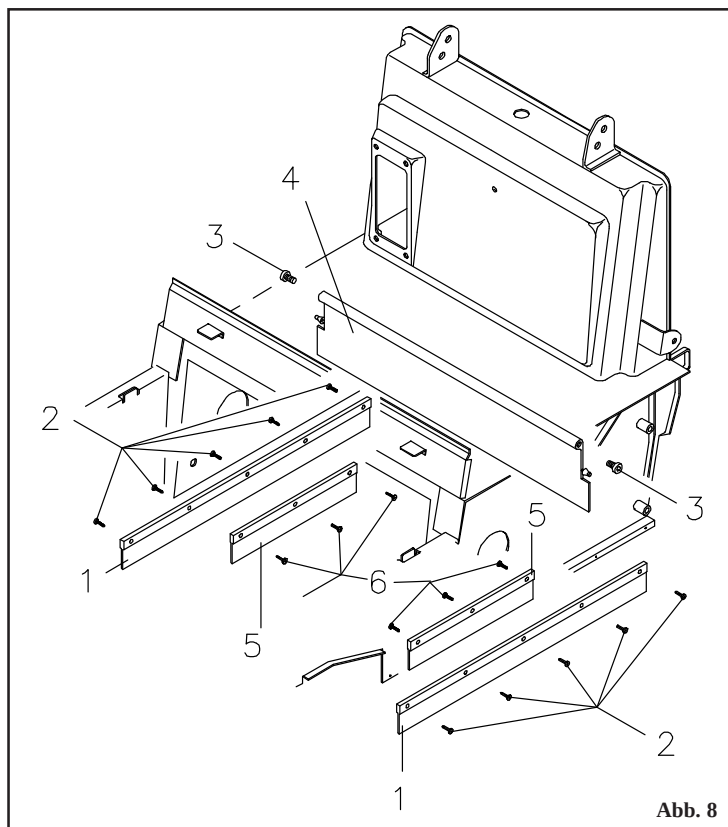

Abb. 8
Zum Wechseln der seitlichen Außklappen **1 Abb. 8** die Hinterräder und die entsprechenden Seitengehäuse abnehmen.
Die Befestigungsschrauben **2 Abb. 8** der Schmutzklappen lösen und diese durch neue austauschen.
Zum Wechseln der seitlichen Innenschmutzklappen **5 Abb. 8** den vorderen Maschinenteil anheben, die Befestigungsschrauben **6 Abb. 8** der Schmutzklappen lösen und diese durch neue austauschen.
- Die beiden Befestigungsbolzen **3 Abb. 8** der Schmutzklappen lösen, die sich auf den beiden Rahmenseiten befinden.
- Die Klappe **4 Abb. 8** greifen und nach außen von der Maschine wegziehen.